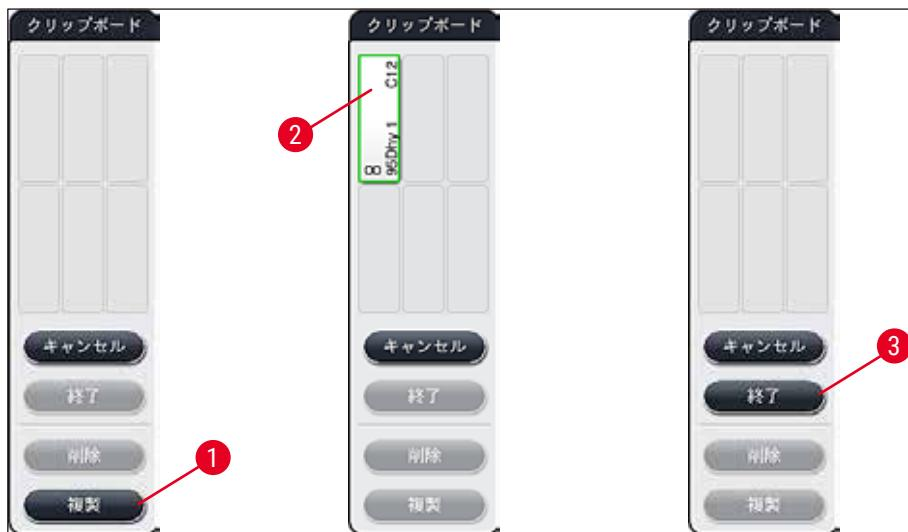

図54
2. 続いて表示される情報メッセージに目を通し、「OK」で確認します。新しい「クリップボード」(→「図54」)ウィンドウが開きます。